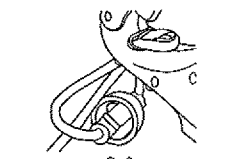

Fig. 2
2. Haga un pequeño lazo con la extensión y páselo a través del agujero del cable que está en la empuñadura trasera (Fig. 2).
3. Mueva el bucle hacia un lado y sobra el gancho para colgar el cable y hale el cable suavemente para asegurar el bucle en el gancho (Fig. 2). Esto ayuda a evitar que la unidad se desconecte por accidente.
2. Saque el bucle de la extensión del gancho del cable (Fig. 2).